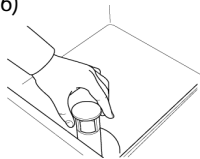

Fig.46
- 3- Abra la puerta y retire el dispositivo de flujo de agua. (Fig. 46)